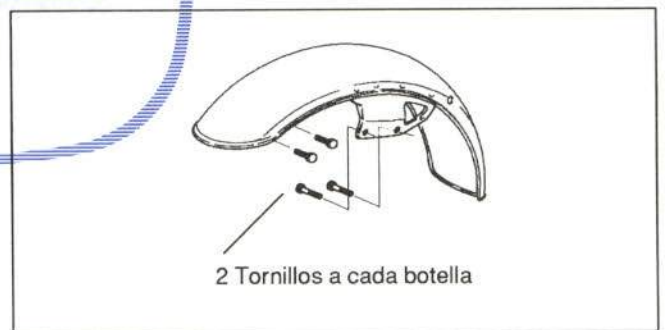

Figura 15.- Unión del guardabarros delantero
Va unido a las botellas tal y como se indica en la figura 15.
- Guardabarros delantero (figura 15)